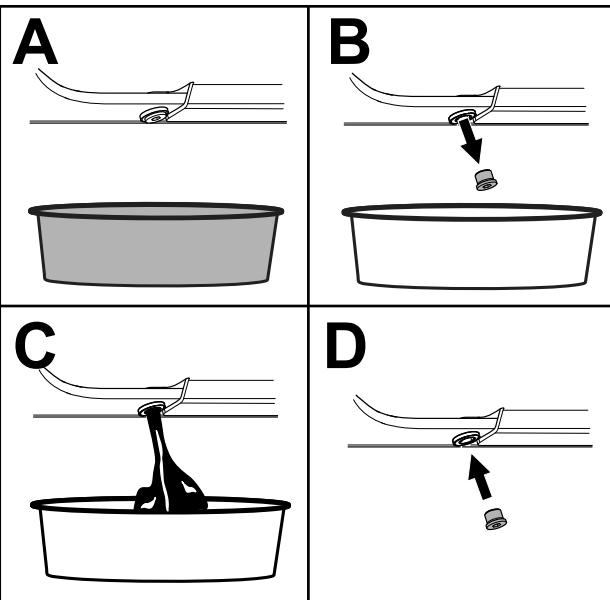

Figura 50
5. Drene el aceite por debajo de la plataforma (Figura 50).